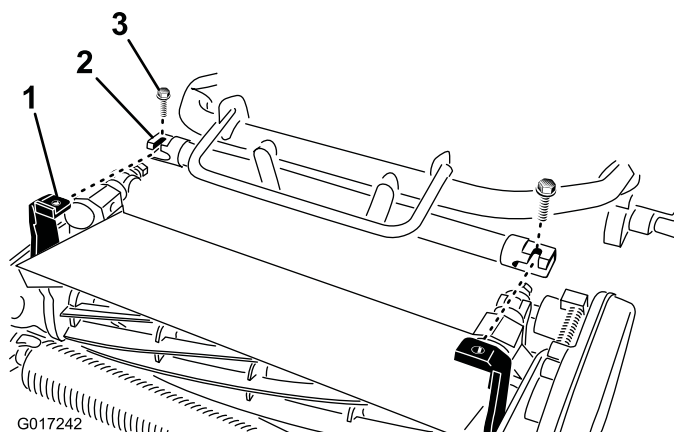

Figura 5
4. Manobre a estrutura da unidade de tracção (Figura 5) para a frente até engatar nos braços articulados da unidade de corte.
5. Fixe a estrutura da unidade de tracção aos braços articulados da unidade de corte com (2) parafusos 3/8 x 3/4 pol. (Figura 5)
**Nota:** Para remover a unidade de corte, solte os (2) parafusos 3/8 x 3/4 pol. aproximadamente 1 volta e meia e rode os braços de articulação para fora.